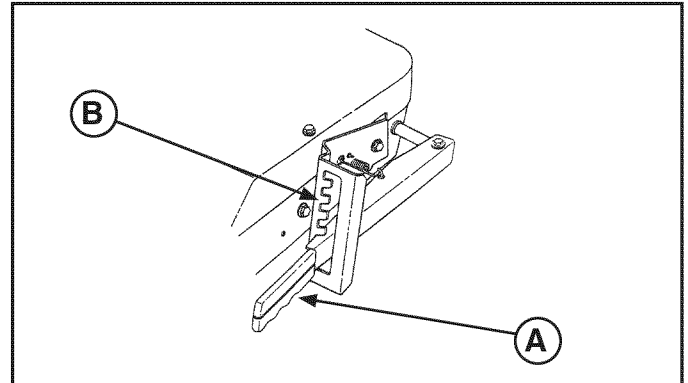

FIGURA 8
1. Ajuste la altura de corte subiendo o bajando la palanca elevadora de la plataforma (**A**, Figura 8) hasta la altura deseada de la muesca de corte (**B**).